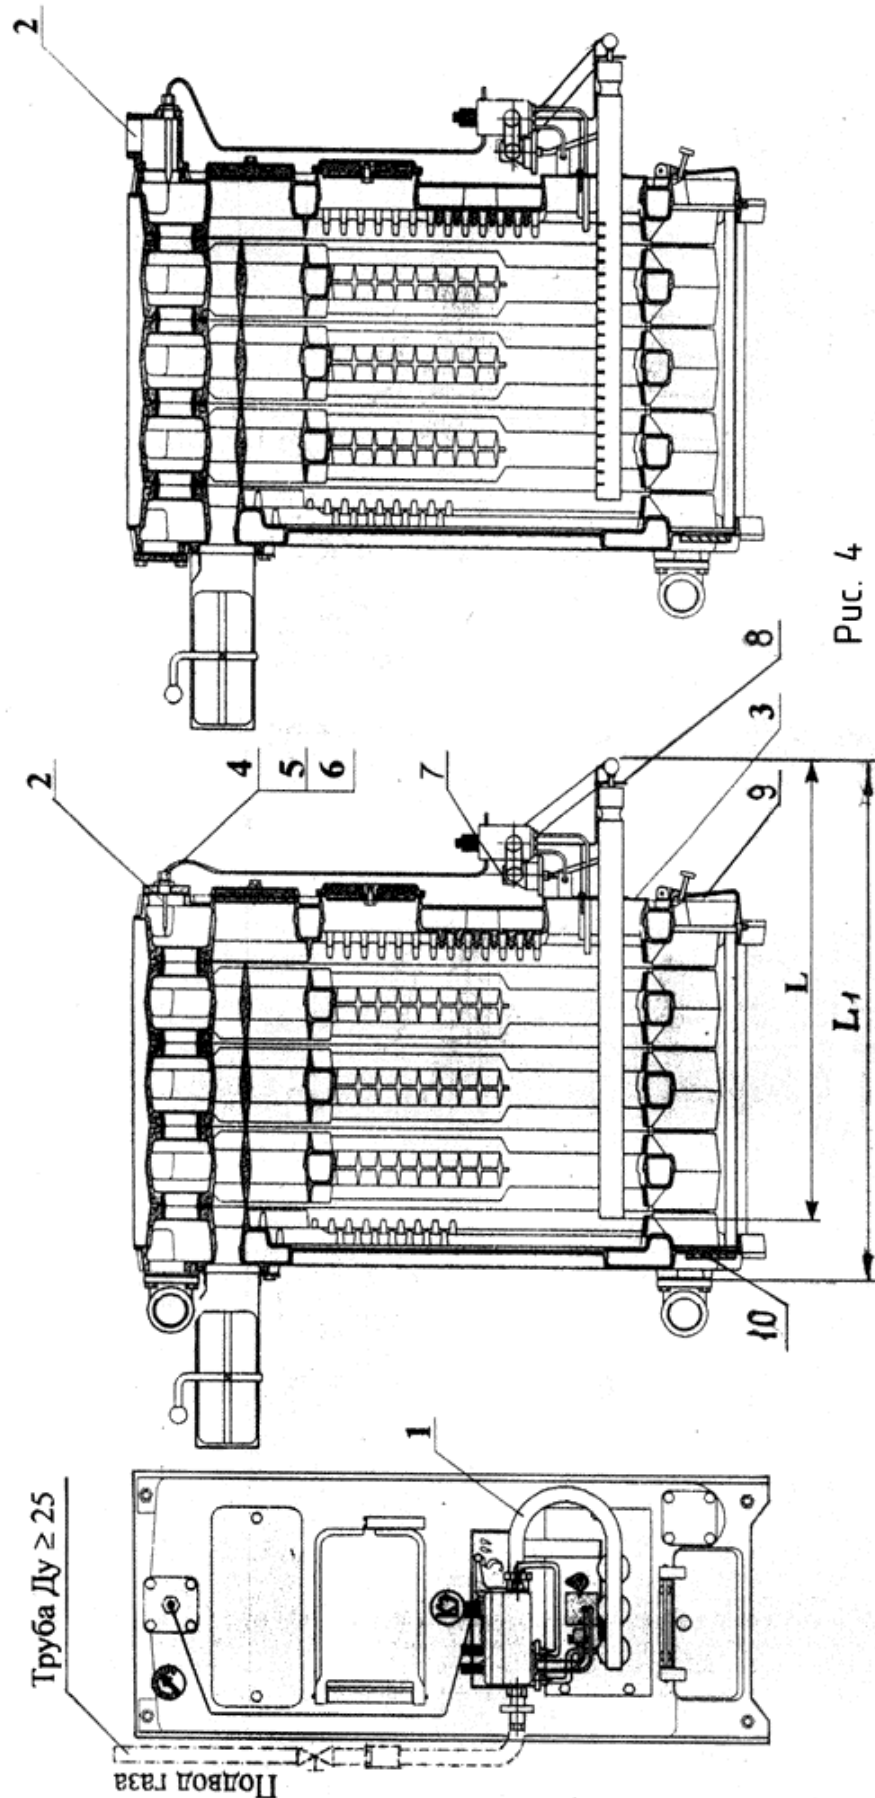

Рис. 4
Закрепить устройство на котле 3-мя болтами М10х16. Плоскость прилегания уплотнить асбестовым шнуром см. рис. 4.
9. Вместо верхнего переднего фланца (или отвода) для котлов КЧМ-5-К или КЧМ-5-Р установить фланец (или отвод) с отверстием под термобаллон, см. рис.4.
Внешний вид согласно рис. 4.